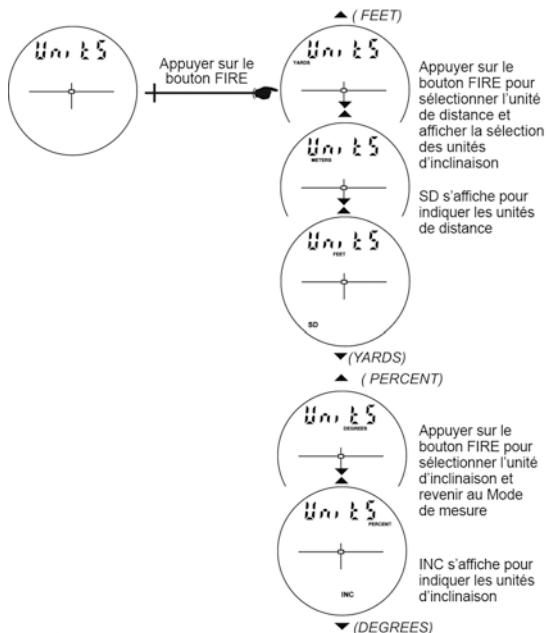

Figure 11
1. À partir du Mode de mesure, appuyer sur le bouton  pendant 4 secondes pour accéder au Mode de configuration du système. « UnitS » s'affiche sur l'écran principal comme l'illustre la Figure 11 ci-dessous.